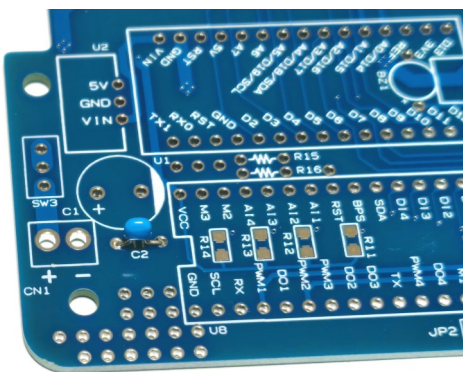

図2-6
5. パーツNo.4「セラミックコンデンサ(0.1uF, 耐圧25V以上)」を、リファレンス番号【C2】へ差し込み、はんだ付け(図2-6)。